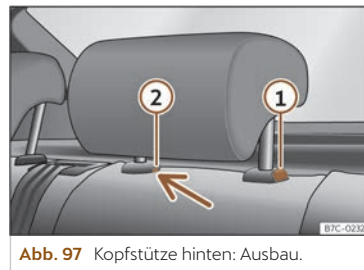

Abb. 97 Kopfstütze hinten: Ausbau.
- Drücken Sie die Taste >>> (Abb. 97) ① sowie gleichzeitig mit einem Schlitzschraubendreher (Breite max. 5 mm) in die Öffnung der Verriegelung ② und ziehen Sie die Kopfstütze heraus.